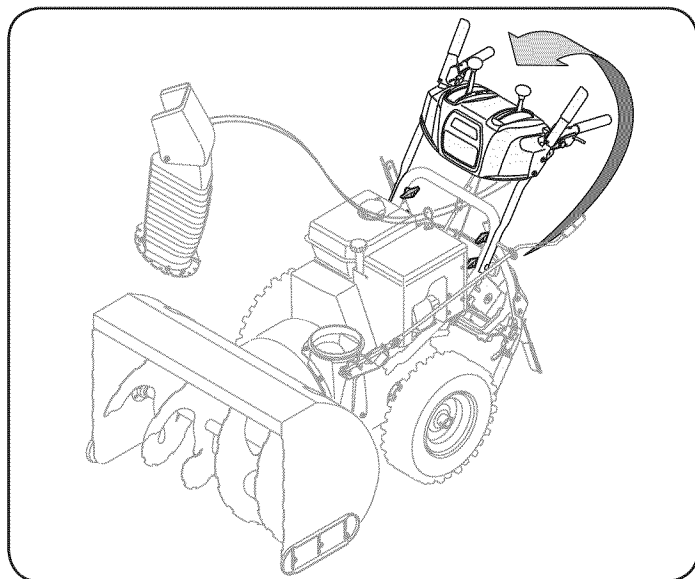

Figura 1
2. Quite la tuerca de mariposa inferior de plástico, arandela de Belleville y el transporte pernos de cada lado de la parte superior del mango, y luego aumente la parte superior del mango de montaje hasta que encaje en la parte inferior manejar. Ver Figura 1.